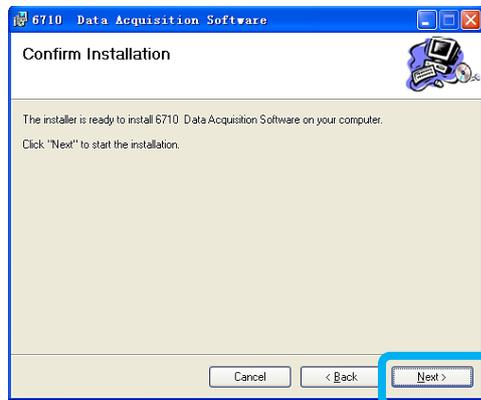

図 6
- 図 6 が表示されたら、[NEXT]をクリックしてソフトウェアのインストールを開始します。